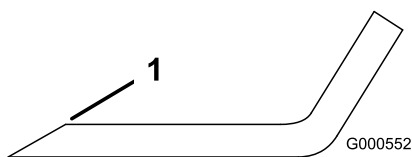
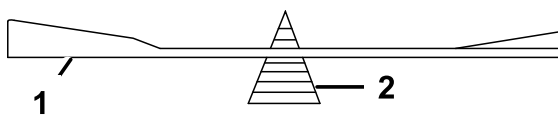

Figure 48
Figure 49
1. Au moyen d'une lime, aiguiser les tranchants aux deux extrémités de la lame (Figure 48) Veillez à conserver l'angle de coupe d'origine. Limez la même quantité de métal sur chacun des deux tranchants pour ne pas déséquilibrer la lame.
2. Vérifiez l'équilibre de la lame en la plaçant sur un équilibreur (Figure 49). Si la lame reste horizontale, elle est équilibrée et peut être utilisée. Si la lame est déséquilibrée, limez un peu l'extrémité de la partie relevée seulement (Figure 48). Répétez la procédure jusqu'à ce que la lame soit équilibrée.